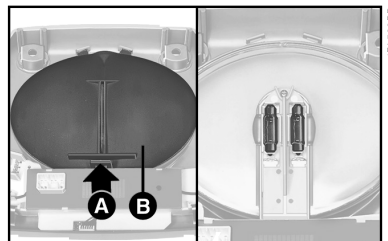

fig. 38
- 4) Empurrar a lingüeta **A-fig. 38** e retirar a tampa **B**.